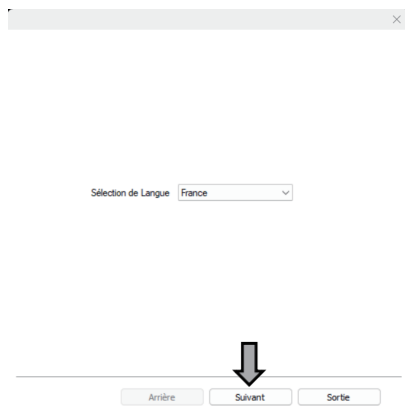

Fig.16
② Ouvrez l'interface d'installation du pilote d'imprimante, sélectionnez votre langue préférée et cliquez sur « Suivant » (voir Figure 16).